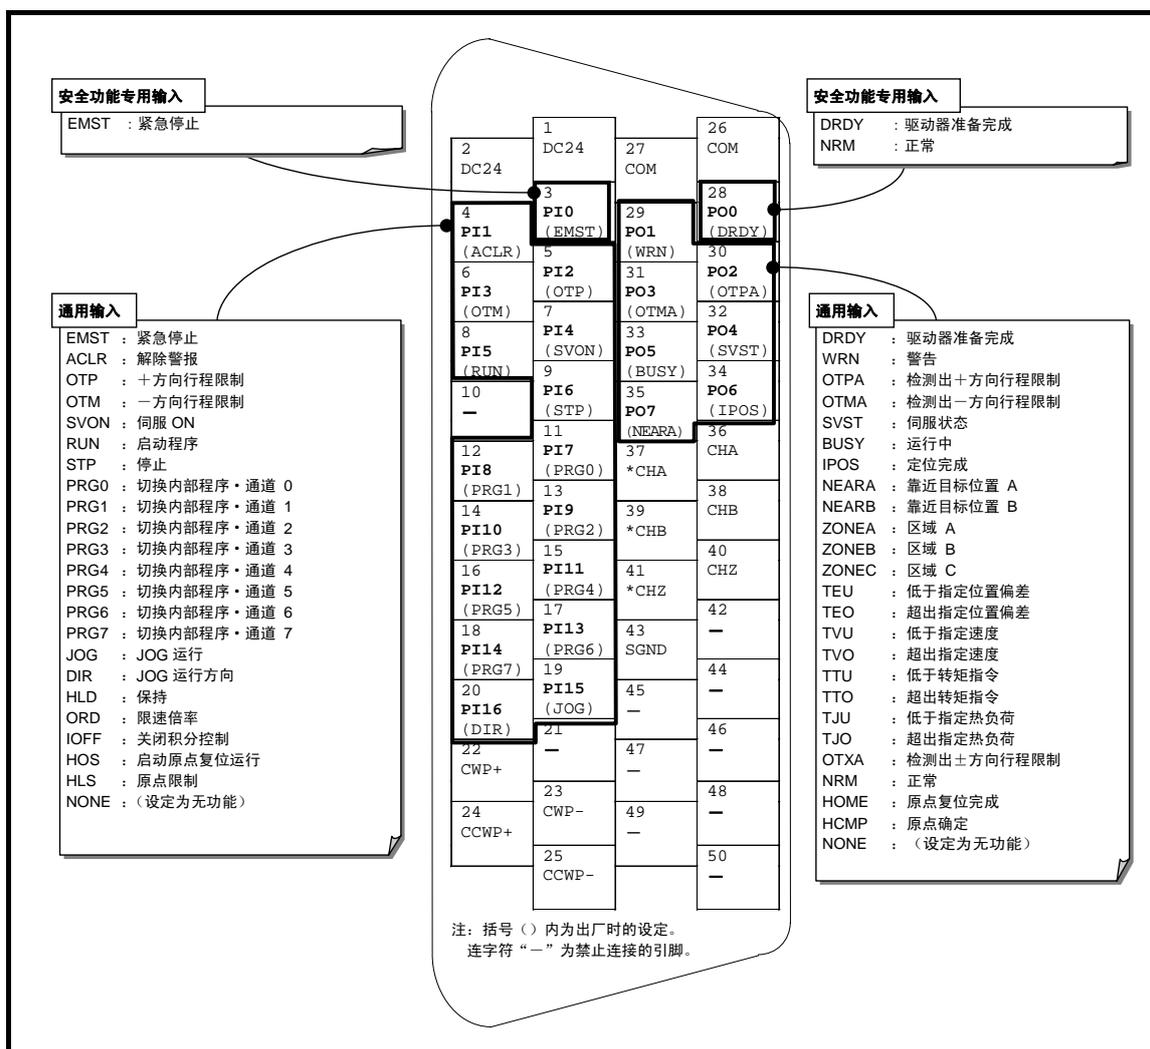

图 8-1: 控制输入输出接口 CN2 与可分配的功能
- CN2: 控制输入输出接口的各个端口, 如「图 8-1: 控制输入输出接口 CN2 与可分配功能」可变更输入输出功能的分配。(部分端口除外)